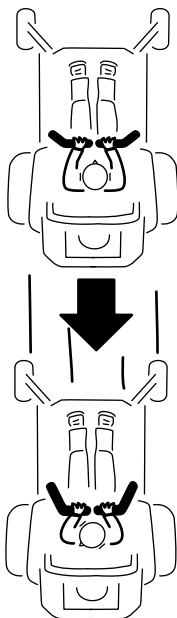

Figura 24
2. Para desplazarse marcha atrás, tire lentamente de las palancas de control de movimiento hacia atrás (Figura 24).